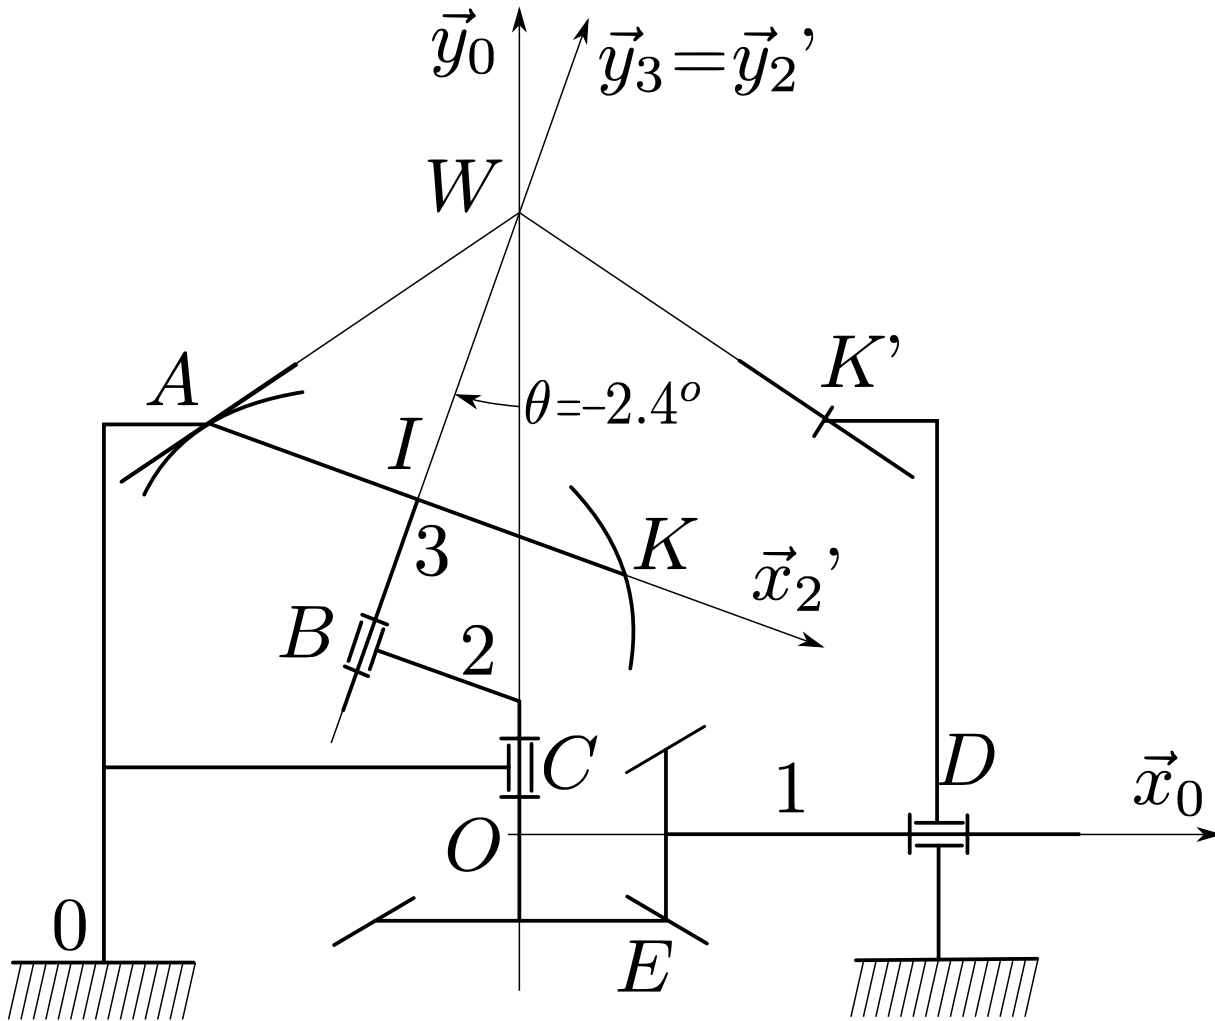

FIGURE 4 – Schéma cinématique.
Arbre d'entraînement 2 (dans la position de la figure 4) :
Galet broyeur 3 (dans la position de la figure 4) :
2. Établir le graphe des liaisons du mécanisme modélisé figure 4. On fera l'hypothèse qu'il existe un roulement sans glissement au point A entre de 3/0.